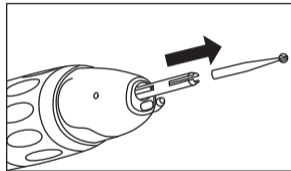

Fig. 7
2) Rimuovere la fresa (Fig. 7).